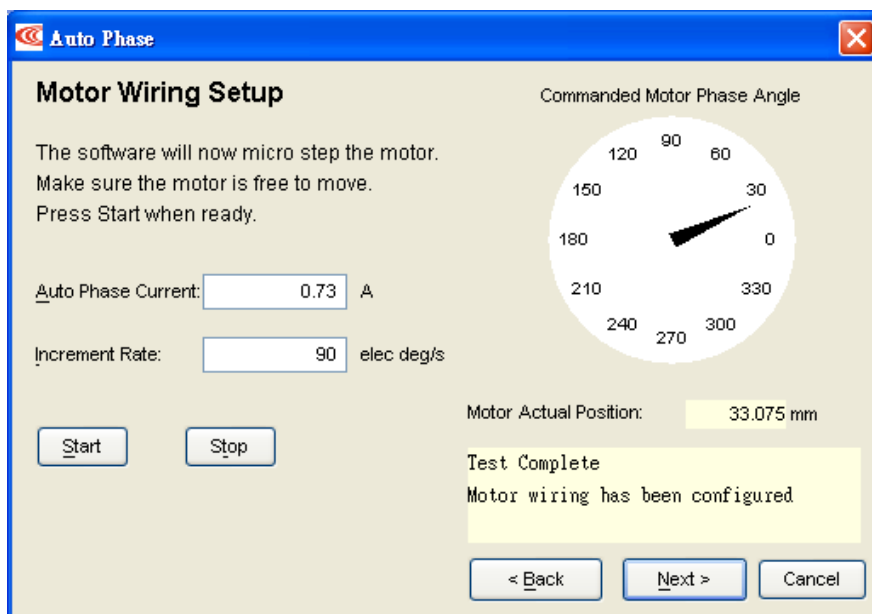

図 16 Motor Wiring Setup
- d. **Next** をクリックし、図 16 が出てきます。**Start** を押します。ドライバは徐々に電流をモータコイルに流します。伴って、モータはゆっくりと動き出します。OK の場合には **Motor Wiring has been configured** が表示されます。